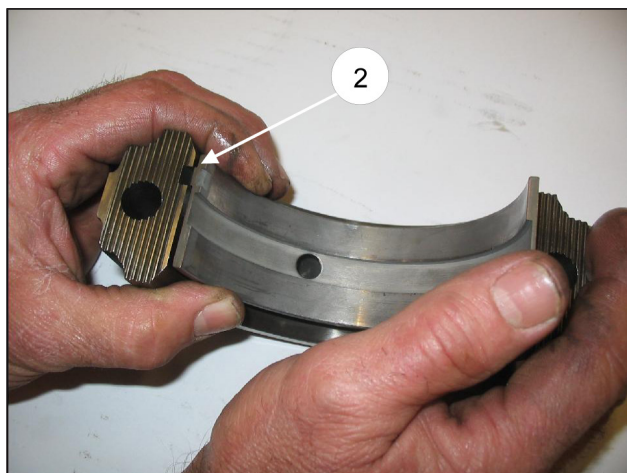

Рис. 6/а
Если штоки поршня были демонтированы, проверьте перед сборкой правильность расположения уплотнительных колец (поз. ①, Рис. 6/б) и замените их при необходимости.